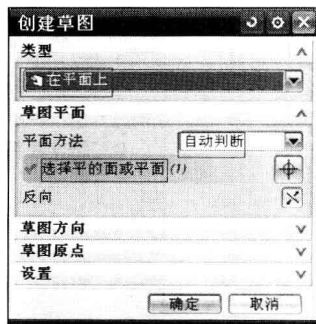

图1-5 “创建草图”对话框
❶ 01: 在菜单栏中选择“插入”→“任务环境中的草图”命令，或者在“草图工具”工具栏中单击 (草图) 按钮，弹出如图1-5所示的“创建草图”对话框。
②02: 在“创建草图”对话框中将“类型”设置为“在平面上”选项。
②03: 接受系统默认的草图平面(XC-YC平面)和默认的草图方位设置(X轴正方向), 单击  按钮, 进入草图工作界面。